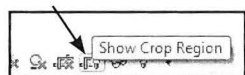

Fig. 16.03. *Show Crop Region*.
- Klik I bunden af skærmen på *Show Crop Region* (Fig. 16.03).